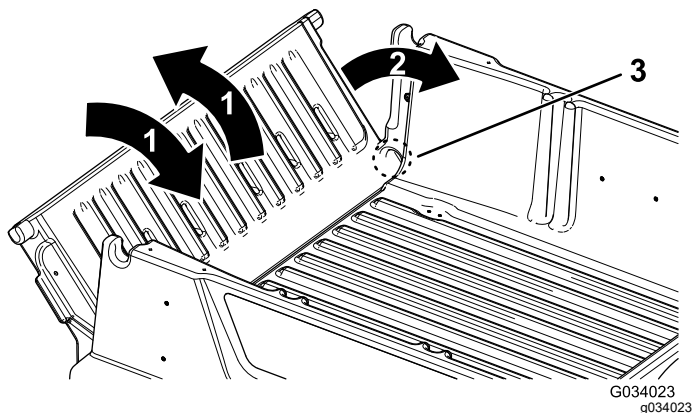

Figura 14
2. Ruotate la sponda posteriore in posizione di circa 45° (Figura 14).
3. Agitate con un movimento rapido per ruotare la sponda posteriore avanti e indietro più volte (Figura 14).